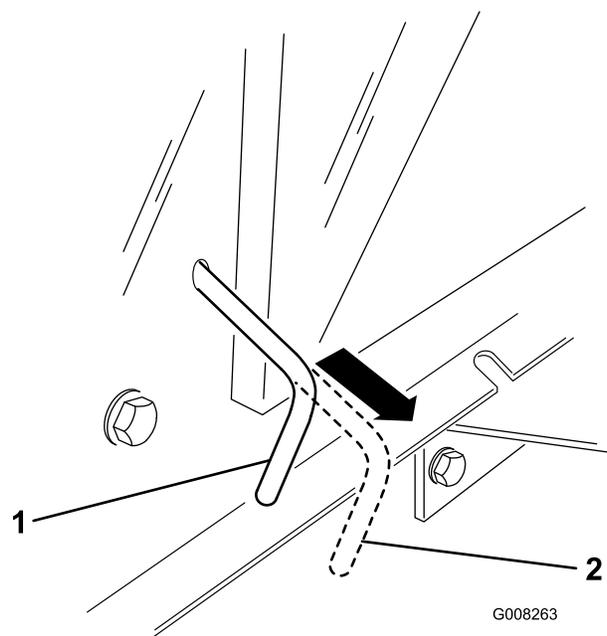

Figure 16
Remarque: Cela a pour effet de débrayer la transmission et de permettre aux roues de tourner librement (Figure 16).
- Poussez la commande de transmission en position de fonctionnement (Figure 16) pour embrayer la transmission.